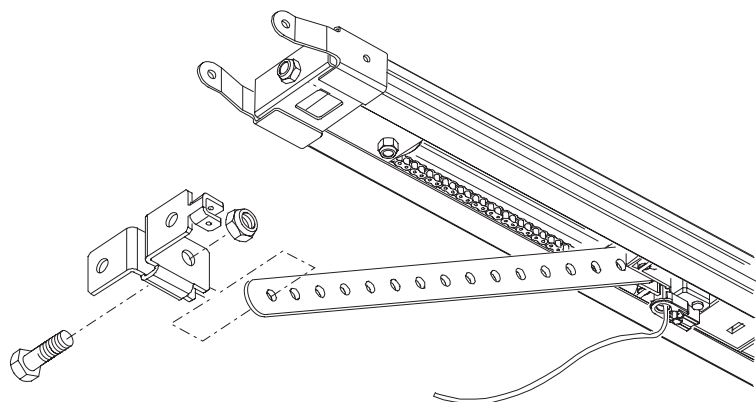

FIG. 16
- 1) Assembler l'attache avec la tringle du traîneau (fig. 16).
En cas d'utilisation du déverrouillage extérieur, positionner l'attache sur la porte de manière à ce que le passant du câble de déverrouillage soit orienté vers le côté gauche de la porte (fig. 16 et 17).